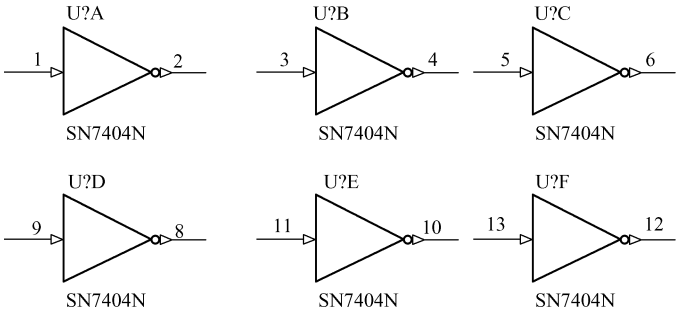

图 2-14 选择 Alpha 后的 SN7404N 原理图
1) 在放置元器件 SN7404N 时设置元器件属性对话框, 假定设置元器件标识为 U1, 由于 SN7404N 是 6 路非门, 在原理图上可以连续放置 6 路非门, 如图 2-14 所示。此时可以看到元器件的后缀依次为 U1A、U1B 等, 按字母顺序递增。